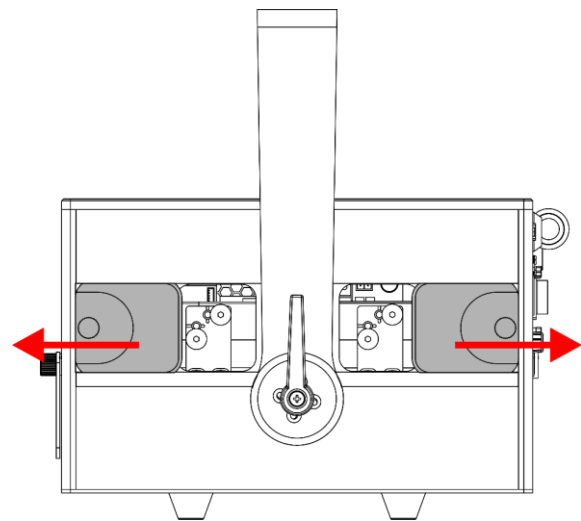

Fig. 16
- 02) Deslice las  **2 placas de cubierta (02)** hacia los laterales de la unidad como se muestra en la Fig. 16 para poder acceder a los  **tornillos de alineación del rayo láser (A)** y  **(B)**.